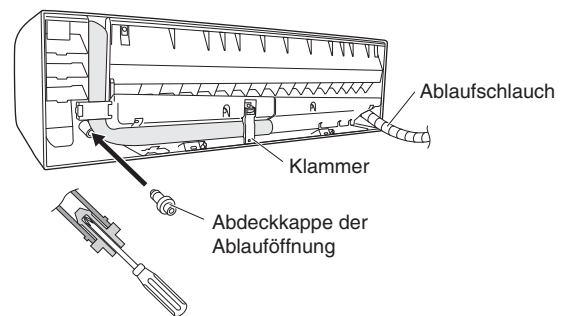

Abb. 3-30
- (d) Den Ablaufschlauch an der linken Seite und die Abdeckkappe der Ablauföffnung an der rechten Seite wieder anbringen. (Abb. 3-30)
- (3) Die Inneneinheit an der Rückwand installieren.
- (4) Die von außen nach innen verlegten Leitungen und Kabel anschließen.
- (5) Eine Undichtigkeitsprüfung durchführen, die Leitungen mit Bewehrungsband bündeln, und das Bündel dann in der dafür vorgesehenen Aufnahme an der Rückseite der Inneneinheit unterbringen und mit Klammern befestigen. (Abb. 3-30 und 3-32)